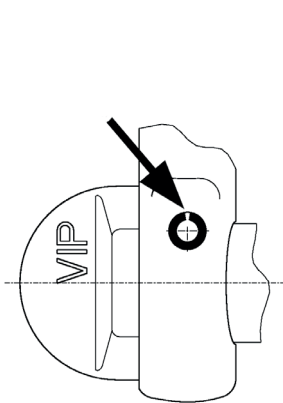

Figura 1: VV-SCH
- VV-SCH: martellando nella sua sede il manicotto di bloccaggio. Rispettare la direzione della fessura (vedi figura 1)! Sul grillo VV-SCH il perno filettato è imperniato e girevole.